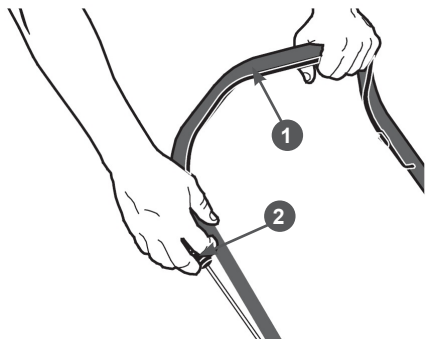

Рис. 13 Запуск двигателя
3. Встаньте позади газонокосилки. Лево́й рукой нажмите на рычаг 1 остановки двигателя и удерживайте его, а правой рукой возьмите ручку 2 стартера (Рис. 13).
2. Отпустите рычаг 1 остановки двигателя (Рис. 13).